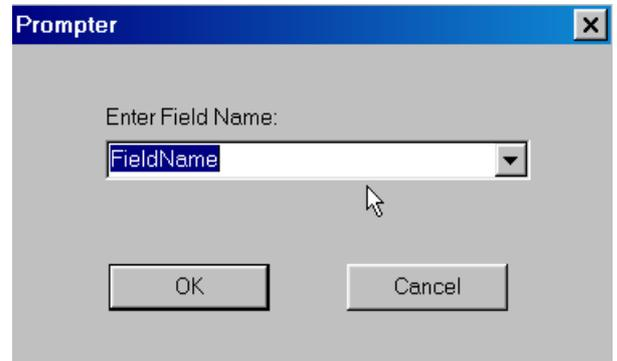

Рис. 8-7. Выбор имени нового столбца
3) На панели **Prompter** (Подсказчик) в окне *Enter Field Name* из раскрывающегося списка выберите *ComponentHeight* (высота компонента) и нажмите ОК (см. рис. 8-7).